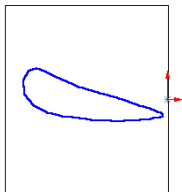

图 6-47 第一个放样轮廓
3) 单击 [草图] 操控面板上的样条曲线按钮, 绘制第一个放样轮廓, 如图 6-47 所示。